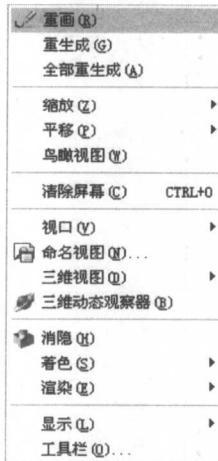

图 1-1-2
(1) 视图：视图菜单命令主要包含图形重生成、视图的更改、三维视图的观察、三维实体的着色与消隐及命令文本窗口的显示、工具栏自定义对话框等，效果如图 1-1-2 所示。